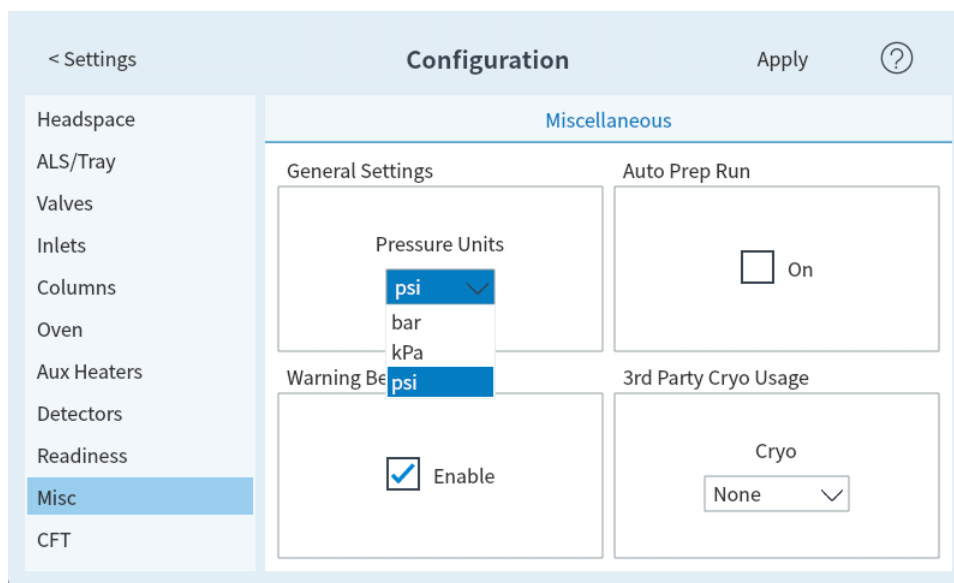

Figura 70. Página de otros ajustes
1. Seleccione **Ajustes (Settings) > Configuración (Configuration) > Miscelánea (Misc)**. Consulte la **Figura 70**.